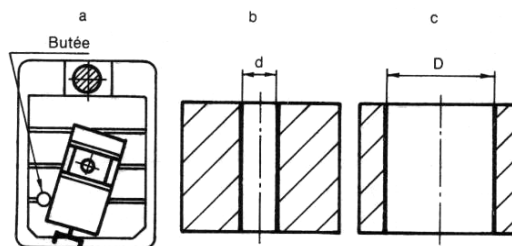

Figure 4
- Brider l'étau ou l'arrêter en rotation par une butée (figure 4.a).
- Centrer le trou, percer un avant-trou d'un diamètre $d = 1/3$ du diamètre à réaliser (figure 4.b).
- Percer le trou au diamètre voulu (D) (figure 4.c).